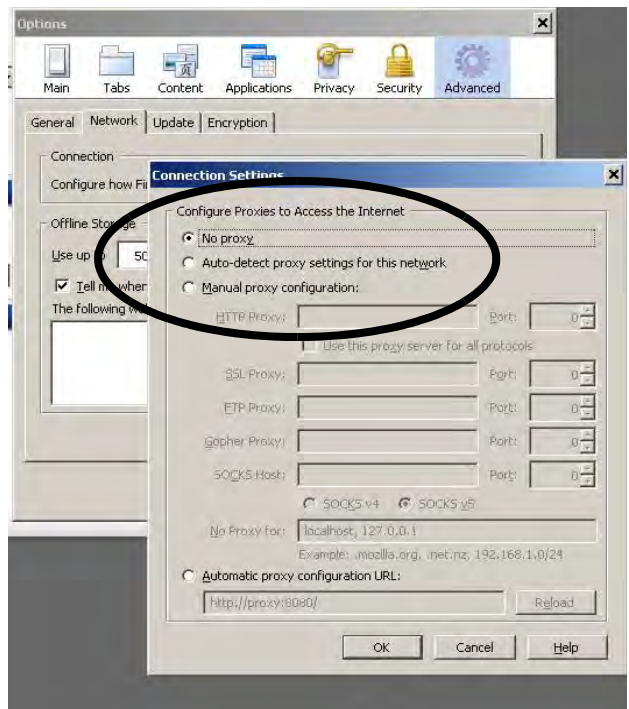

ABB. 38. Die Proxy-Einstellung ausschalten (nur Firefox)
2. *Nur für Firefox:* Um ein ProMix 2KS/3KS-Netzwerk über Firefox zu bedienen, müssen Sie die Proxy-Einstellung in Ihrem Browser ausschalten. Gehen Sie in Ihrem Firefox-Browser zu Tools>Optionen>Erweitert>Registerkarte Netzwerk>Verbindungseinstellungen. Klicken Sie „Kein Proxy“. Siehe ABB. 38.